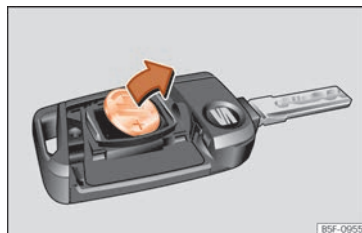

Abb. 71 Fahrzeugschlüssel: Batterie herausnehmen.
- Batterie mit einem geeigneten dünnen Gegenstand aus dem Batteriefach heraushebeln »» **Abb. 71**.
- Neue Batterie wie gezeigt ansetzen »» **Abb. 71** und entgegen der Pfeilrichtung in das Batteriefach drücken »» ❷.